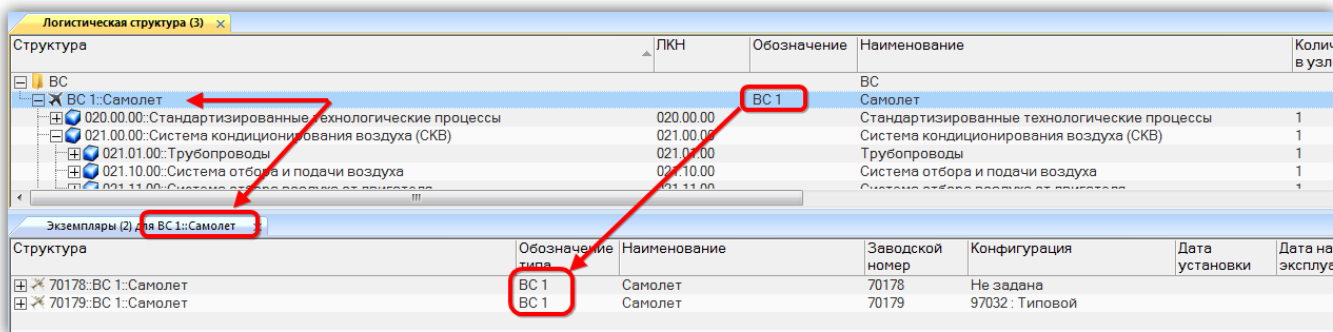
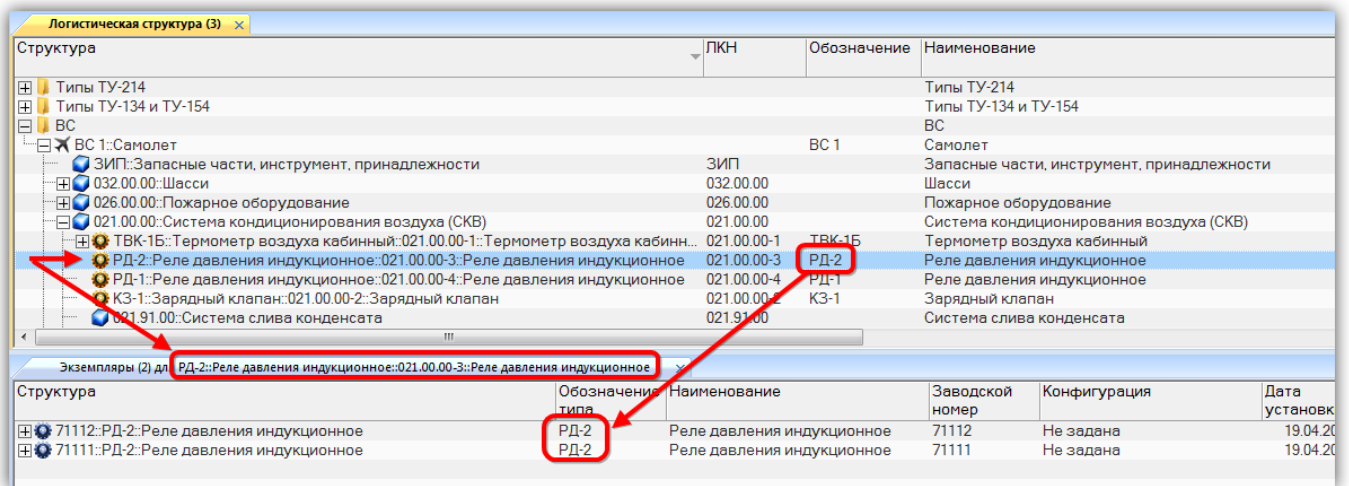

Рис. 13-38 – Окно связанных объектов «Экземпляры» для ФИ
Рис. 13-39 – Окно связанных объектов «Экземпляры» для компонента (ПКИ)
3) Откроется окно связанных объектов «Экземпляры», в заголовке которого выводится «Обозначение» компонента (рис. 13-38 и рис. 13-39). В таблице перечислены те экземпляры, которые связаны с этим изделием.